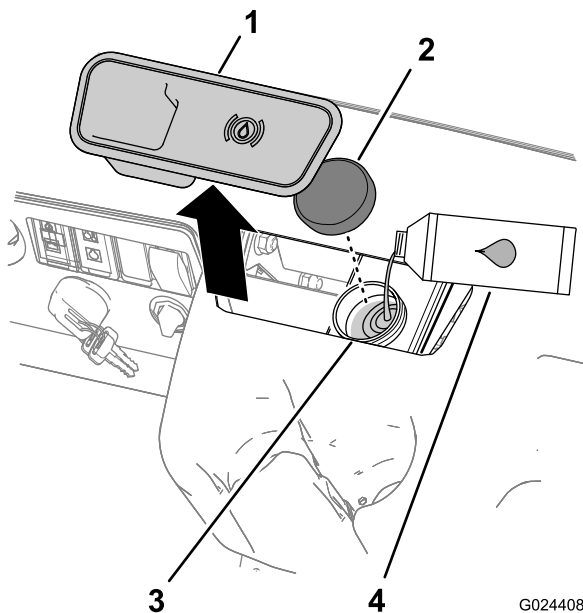

Рисунок 15
2. Снимите резиновую заглушку в центре и в верхней части приборной панели, чтобы получить доступ к главному тормозному цилиндру и бачку (Рисунок 15).
- Очистите область вокруг крышки бачка и снимите крышку (Рисунок 15).
С. Установите на место крышку бака (Рисунок 15).